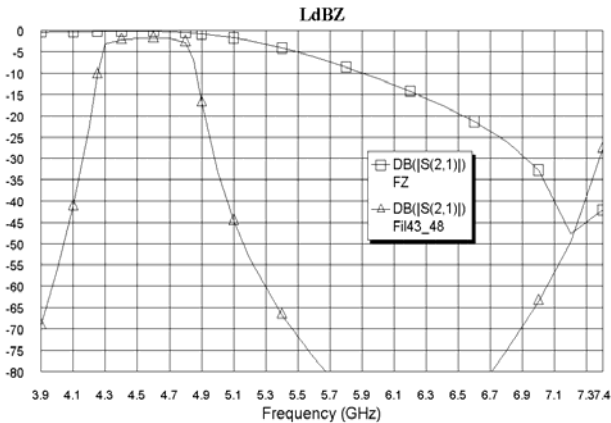
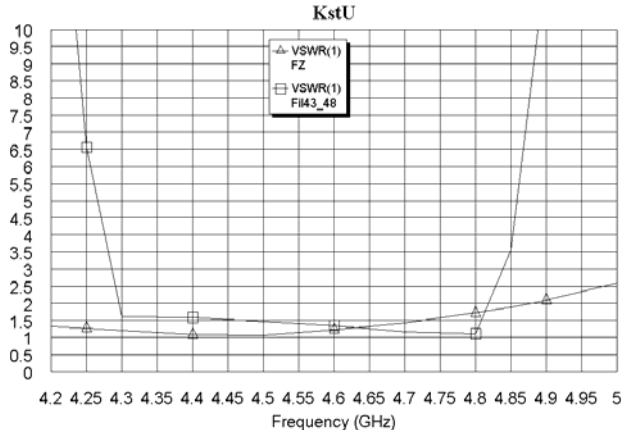

Рис. 3.110
Рис. 3.111
4. Сделайте активным окно графика **LdBZ** и щёлкните по значку **Analyze** на панели инструментов. График ослабления показан на рис. 3.110. Сделайте активным окно графика **KstU** (рис. 3.111). Характеристику заграждающего фильтра можно считать приемлемой, но можно и несколько улучшить согласование в полосе пропускания.